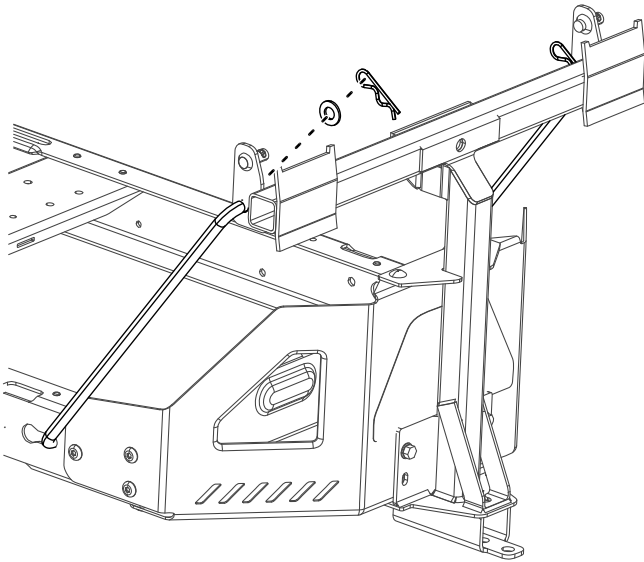

Figura 12
4. Installate l'estremità curva e svasata di un'asta nella scanalatura sagomata presente sul lato sinistro del telaio della macchina e spostate l'asta indietro per inserirla in posizione nel telaio (Figura 12).
5. Inserite le estremità curve delle aste nel supporto dell'attrezzo come illustrato nella Figura 12 e fissate l'estremità di ciascuna asta con una rondella e una coppiglia.
- Montate le staffe orientabili sul telaio del perno (Figura 12).